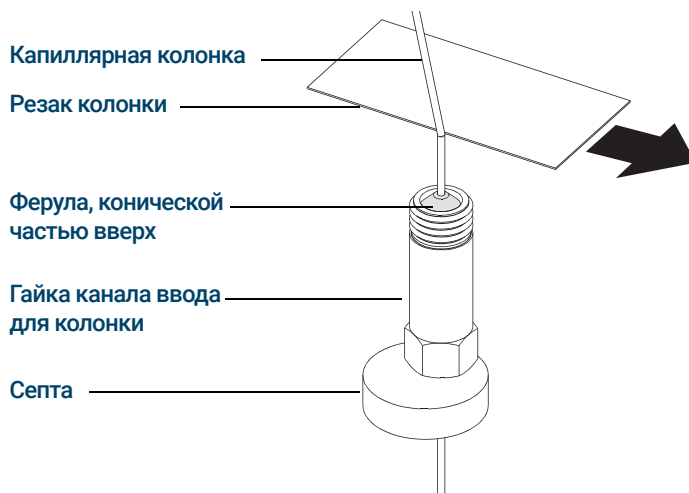

Рис. 3. Подготовка капиллярной колонки к установке
- 2 Работая в чистых перчатках, проткните колонку через септу (потребуется приложить усилия). Затем сдвиньте накидную гайку для колонки и кондиционированную ферулу на свободный конец колонки. (См. **Рис. 3.**) Коническая часть ферулы должна быть направлена от гайки колонки.